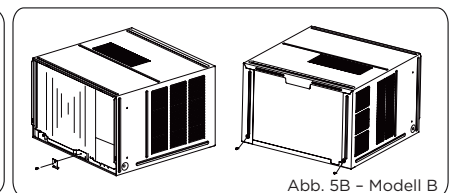

Abb. 5B - Modell B
- Entfernen Sie eine Schraube, mit der die Gehäusebefestigungshalterung befestigt ist, und nehmen Sie dann die Gehäusebefestigungshalterung ab. Entfernen Sie zwei Schrauben an der Rückseite des Gehäuses, wie in Abb. 5B gezeigt.